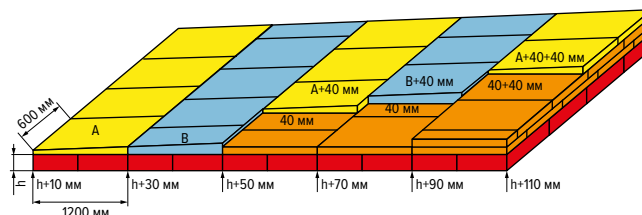

Рисунок 5.7. Пример выполнения основного уклона из плит PIR SLOPE 1,7%
5.4.4. Пример раскладки плит для выполнения основного уклона показан на рис. 5.7.